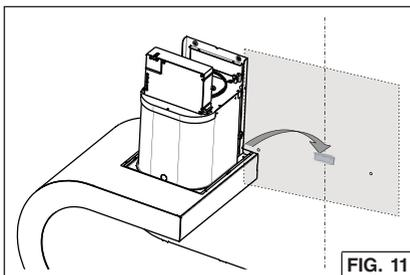

FIG. 11
1. Cuelgue la campana del soporte de montaje de pared. Fig. 11.